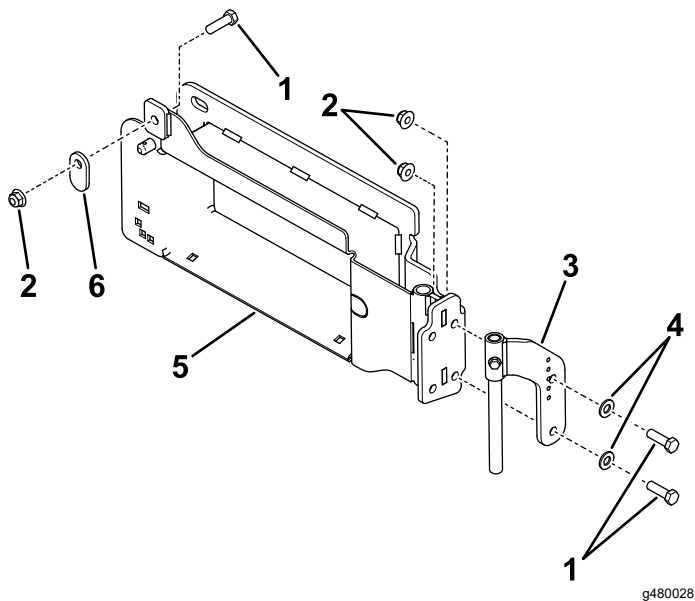

Figura 3
2. Monte el adaptador de descarga lateral tal y como se muestra en la Figura 3.